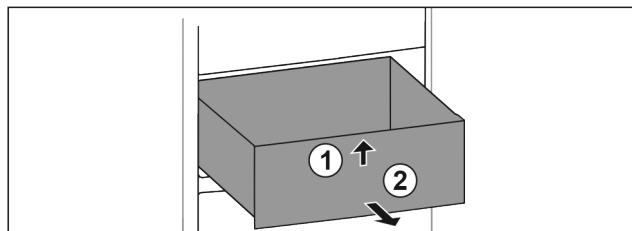

Fig. 34
- Підняти висувний ящик спереду. Fig. 34 (1)
- Вийняти висувний ящик рухом вперед. Fig. 34 (2)